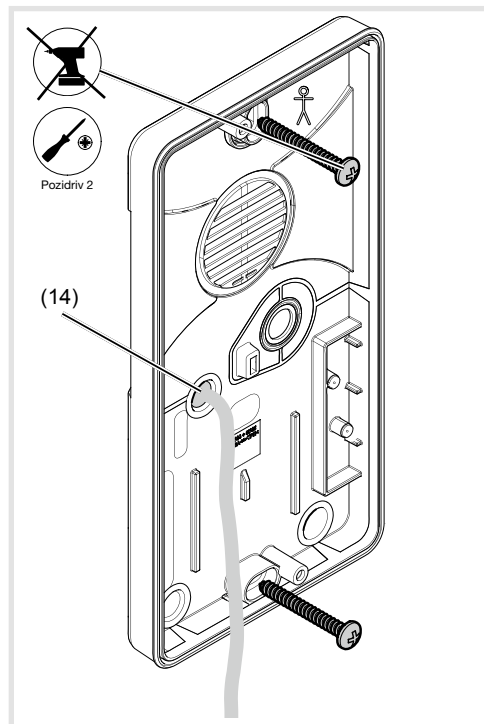

Figura 6: Fissaggio della base
- Con un oggetto appuntito (punta, vite, filo di rame rigido), effettuare nella membrana il foro necessario (14) per permettere il passaggio del cavo (figura 6).
- Posizionare il supporto di fissaggio sul muro per determinare i 2 punti di fissaggio (figura 6).